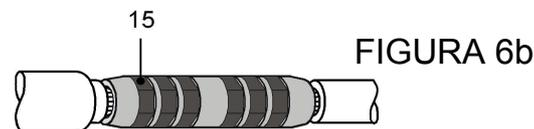

FIGURA 6b
- Para LUVA DE EMENDA (14) maior que 300 mm² recomenda-se preencher o sulco formado pela prensagem com FITA AUTO-FUSÃO SEMI-CONDUTORA (15) como indicado na FIGURA 6b.